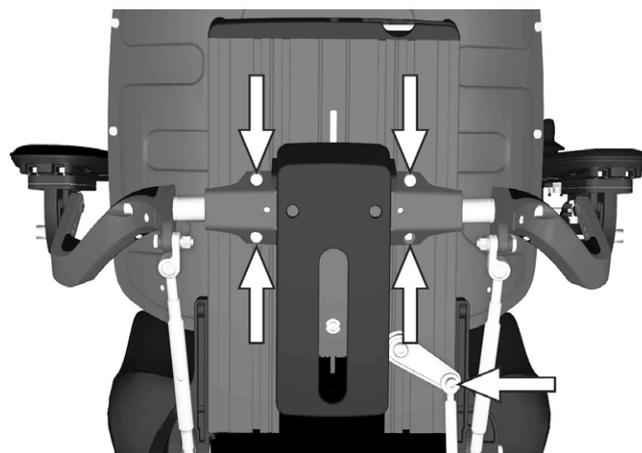

Abbildung 163. Die Armlehnen sind mit vier Schrauben befestigt. Das Gelenk für die Rückengleitfunktion ist mit einer Schraube montiert
6. Armlehnen mit den vier Schrauben montieren. Siehe Abbildung. 163. Schraube mit einem Drehmomentschlüssel festziehen. **Anziehdrehmoment 9,8 Nm.**
7. Gelenk für die Rückenlehnengleitfunktion mit zugehöriger Schraube montieren. Siehe Abbildung. 163. Schraube mit einem Drehmomentschlüssel festziehen. **Anziehdrehmoment 9,8 Nm.**